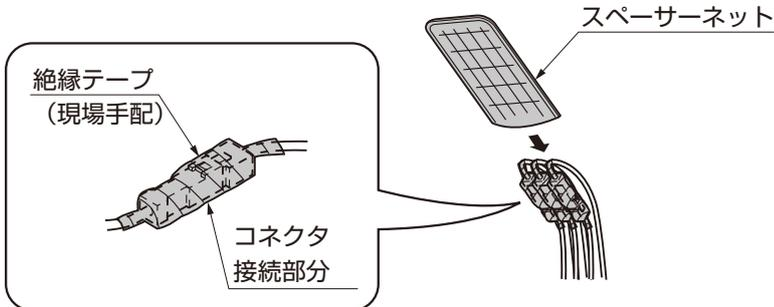

図3-5 3分岐の場合
- ①ケーブルの表面をサンドペーパーで削りコネクタ接続部分に絶縁テープ（現場手配）を2回以上巻いてください。（図3-5参照）
- ②全てのコネクタ接続部分をスペーサーネットに入れてください。（図3-5参照）